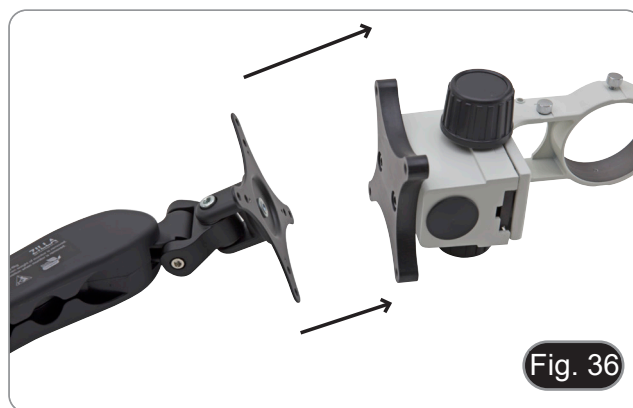

Fig. 36
10. Montare il gruppo di messa a fuoco sul braccio, utilizzando le viti e la chiave a brugola in dotazione. (Fig. 36)